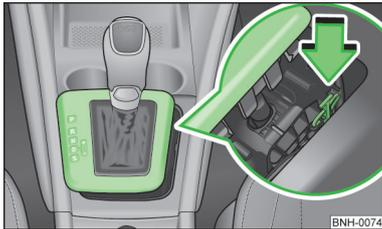

Fig. 72
- Poussez la pièce en plastique jaune d'un doigt dans le sens de la flèche » fig. 72.